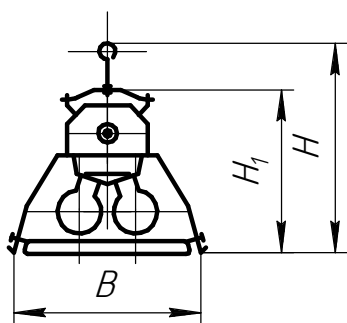
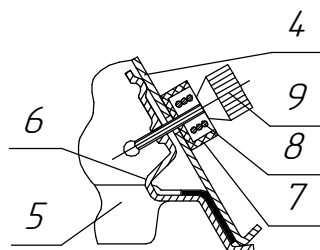

Рисунок 5: 1. Узел подвеса;
Рисунок 8: 4. Отражатель; 5. Решетка экранирующая;
- 4.2 Светильник состоит из стального штампованного корпуса поз.2, панели поз. 3, отражателя поз.4, и решетки экранирующей поз.5(Рисунок 5) приложения А., узел подвеса поз.1 поставляется по требованию заказчика (приложении В).
Снимите панель и установите ламповые патроны (Рис. 5) (патроны с осевой компенсацией устанавливаются с одной стороны панели, без компенсации с другой). Соедините провода патронов с проводами электромонтажной схемы. Соедините провода электромонтажной схемы с контактами патронов.
- 6.7 Закрепите решетку экранирующую (Рисунок 5 и 6) приложение А на отражателе с помощью винтов специальных поз.9 и скоб поз.6 (Рисунок 8) приложение А.